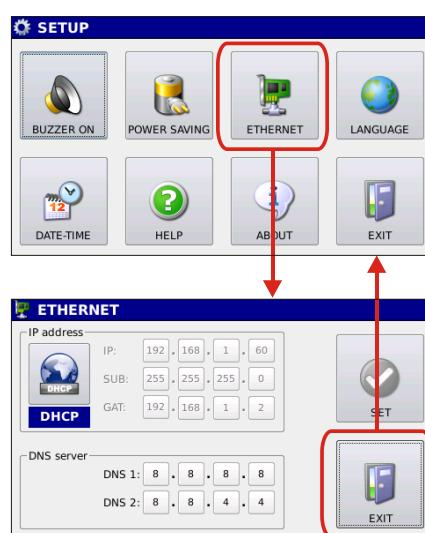

Figura 6.7 Menu di configurazione della connessione Ethernet.
6.3 **Configurazione connessione alla rete.** Premendo il tasto Ethernet si ha accesso al pannello per la gestione del collegamento alla rete dello strumento (Figura 6.7).